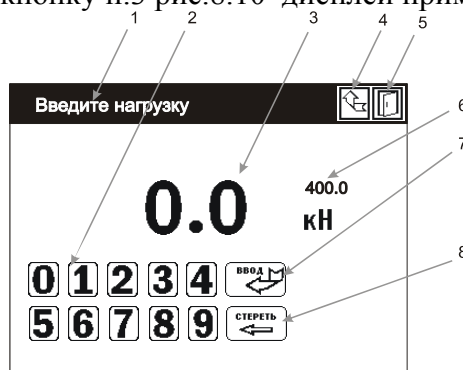

Рисунок 8.11. Ввод калибровочной нагрузки.
- после выхода машины на автоматически рассчитанную точку (скорость нагружения снизится до 0,1-0,3кН/с), нажать кнопку п.3 рис.8.10 дисплей примет вид рис.8.11;
- при совпадении введенной нагрузки с показаниями динамометра нажать кнопку п.7 рис.8.11;